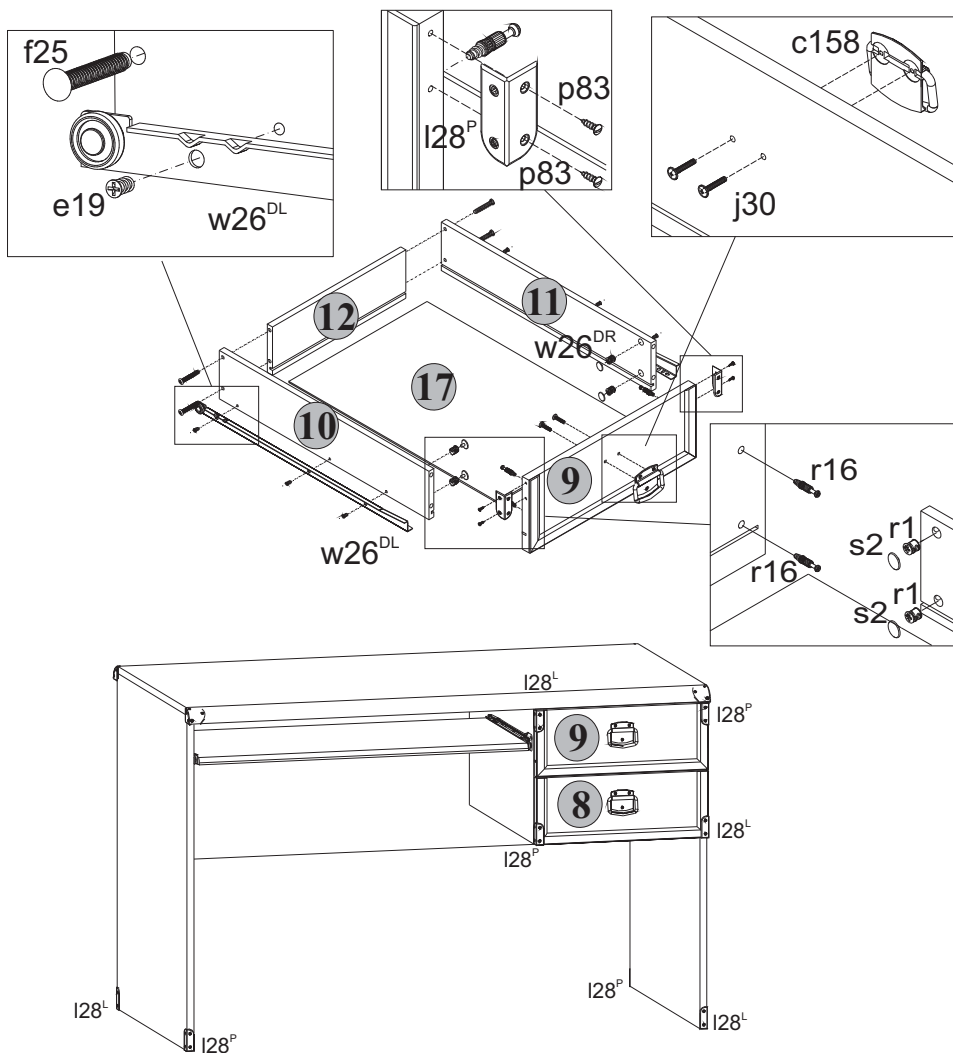

Рис. 3
5.14 В отверстия диаметром **15 мм** на внутренних поверхностях стенок боковых **10** и **11** корпусов выдвижных ящиков вставить стяжки эксцентриковые **r1** (**см.рис.3**).
5.15 В отверстия диаметром **5 мм** на внутренних поверхностях панелей передних **8** и **9** ящиков выдвижных с помощью крестообразной отвертки вкрутить винты стяжки **r16** (**см.рис.3**).
5.17 Соединить панели передние **8** и **9** с корпусами ящиков выдвижных и затянуть стяжки эксцентриковые **r1**, пользуясь специальным ключом **z1**. Закрывать стяжки эксцентриковые заглушками **s2** (**см.рис.3**).